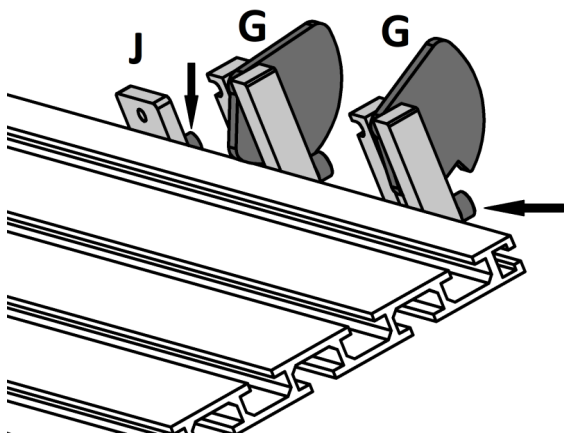

Рисунок 29.
9.1 Простой упор "J" (рис.29) для рамы P2с, перемещается вдоль стола, фиксируется винтом сзади.
9.2 "Откидной" упор "G" (рис.29) для рамы P2с, перемещается вдоль стола, фиксируется винтом сзади. Если на него нажать с передней стороны, язычок задвинется во внутрь. Если на него нажать с боку, язычок останется на месте.